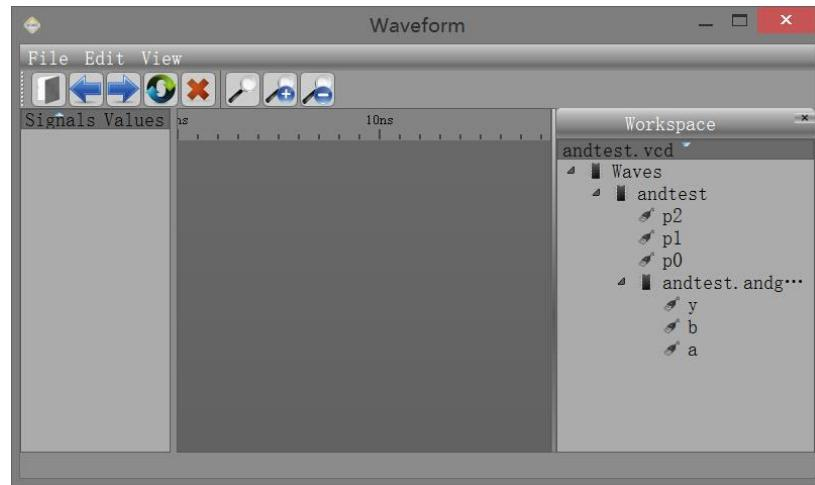

图 2-1-15 波形查看器
(7) 执行仿真并查看波形。点击工具栏 ，查看输出信息，检查没有错误之后点击 进行仿真，再点击 或者菜单“View”中的“Waveview”，波形查看器就会打开，如图 2-1-15 所示。如果顶层模块的“Module Type”不是 testbench，将不会看到波形。